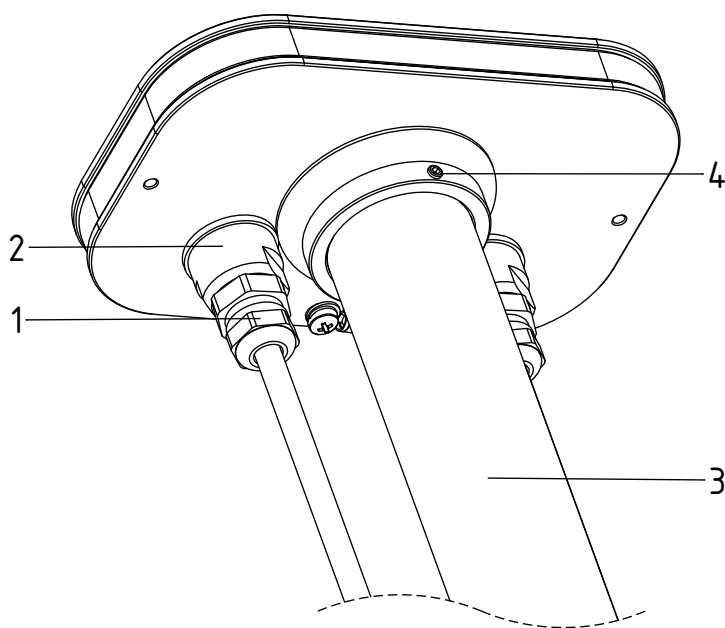

Fig. 6:
(voir chapitre 3.4.2 "Remplacement des batteries \(Fig. 6\) / Élimination des batteries", page 16).
- Les batteries ne peuvent être remplacées que si l'on s'assure qu'il n'y a pas d'atmosphère explosive à ce moment-là (voir chapitre 3.4.2 "Remplacement des batteries \(Fig. 6\) / Élimination des batteries", page 16).
- Une liaison équipotentielle (PA) est à réaliser de long du déroulement entier du circuit électrique de mesure (voir chapitre 4 "Fonctionnement", page 21).
- Pour connecter le câble, desserrer d'abord l'écrou-raccord (1) du raccord vissé, puis dévisser l'adaptateur avec le presse-étoupe à vis (2) (conformément à Fig. 6).
3.4.2 Remplacement des batteries (Fig. 6) / Élimination des batteries